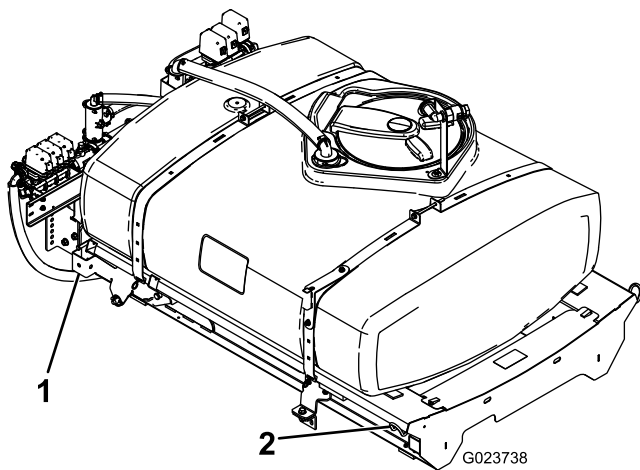

Bild 9
1. Heben Sie das Behältergestell (Bild 9) mit einer Hebevorrichtung an und positionieren Sie es über den Fahrzeugrahmen. Die Pumpe und das Ventil sollten nach hinten zeigen.